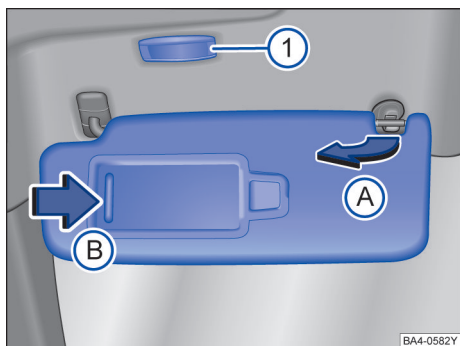

图 99 遮阳板
- 用一只手按压旋转轴的一端，用另一只手的拇指按压卡扣的上端，并用其它的手指将遮阳板倾斜上抬，并缓缓取出，否则容易造成上方固定点的损坏 → 图 99(A)。